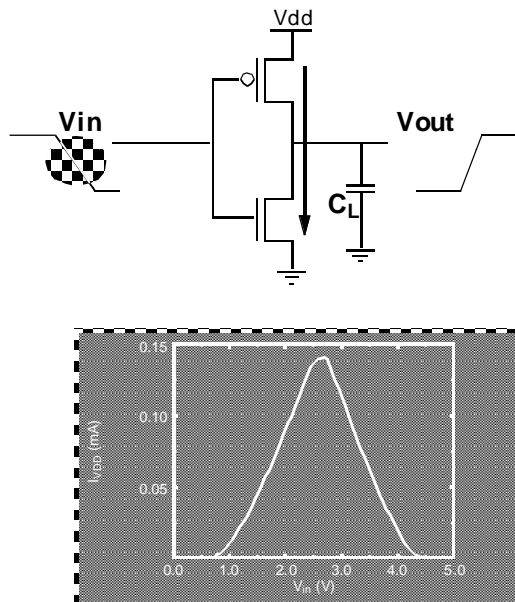

Figura 2. Consumo dinámico debido a las transiciones.
- Observe que el consumo se concentra en la **zona de la transición**, donde **los 2 transistores conducen simultáneamente**. Este consumo se denomina también **consumo de cortocircuito** (*short-circuit power dissipation*), pues supone la activación de un camino de conducción entre V_{DD} y GND. Es debido a la duración finita de los flancos de la señal de entrada. La Figura 2 ilustra este consumo dinámico, para un inversor genérico.